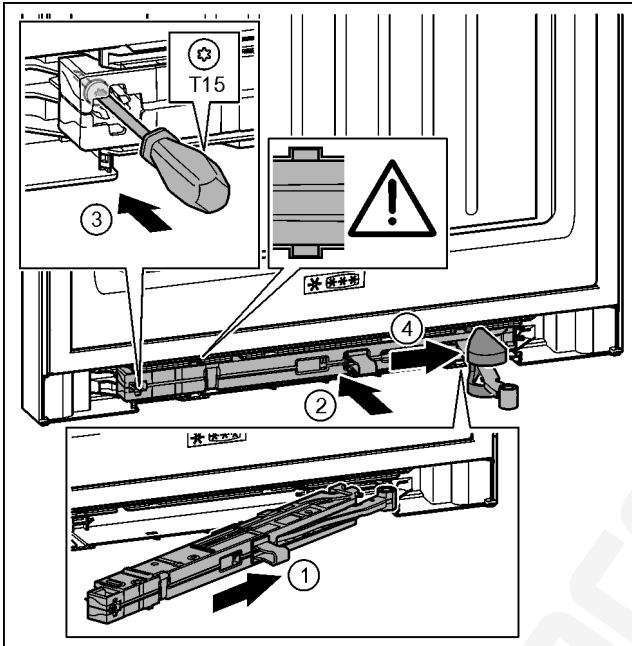

Fig. 45
- ▶ A csapágybak oldaláról ferdén, ütközésig tolja be a zárás-csillapító egységet a mélyedésbe. Fig. 45 (1)
- ▶ Teljesen tolja a mélyedésbe a zárás-csillapító egységet. Fig. 45 (2)
- ▶ Húzza meg a csavart egy T15 csavarhúzóval. Fig. 45 (3)
- ▶ Tolja a csukló fölé a fedelet. Fig. 45 (4)